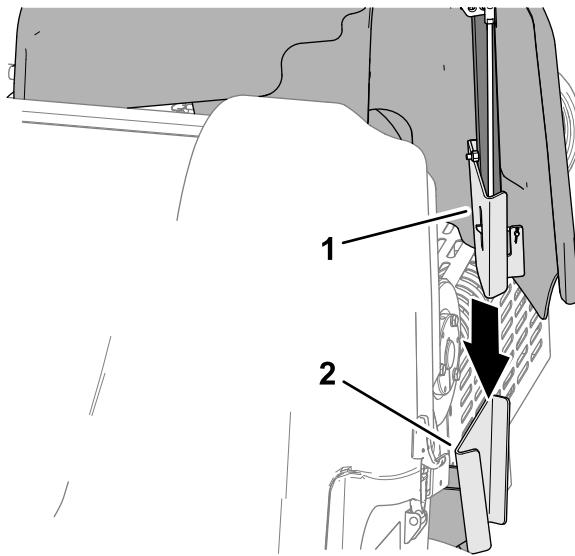

Figure 144
1. Alignez le support du protège-courroies sur le support de capot du cadre de la machine (Figure 144).